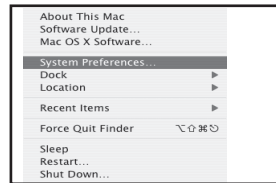

Figure 10
2. Pour sélectionner le Studio GT comme entrée audio de l'ordinateur, ouvrez les préférences système depuis le Dock ou dans le menu Apple (Figure 10).